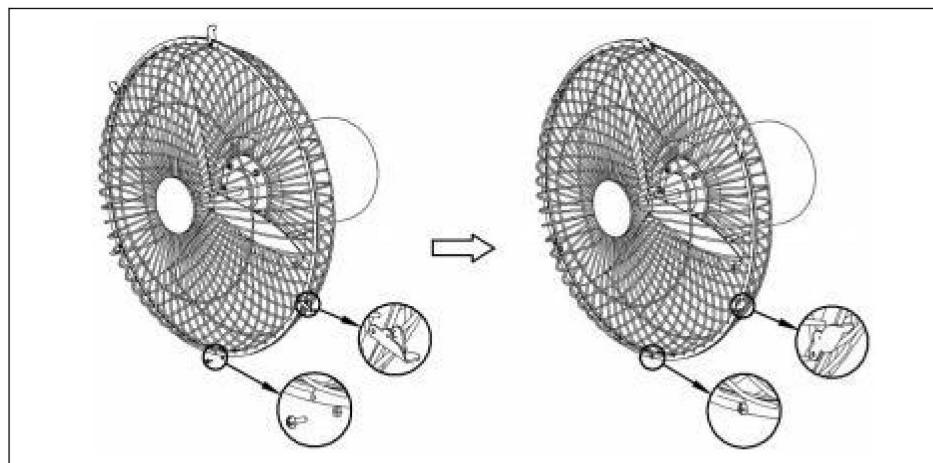

Fig.7.
3). Allineare i fori delle viti nella parte inferiore delle griglie anteriore e posteriore, quindi fissare i pulsanti sulla parte superiore della copertura della griglia anteriore alla copertura della griglia posteriore, fissare tutti i pulsanti della copertura della griglia (2) e infine bloccare le viti di sicurezza (18).Vedere la (Fig.7.)